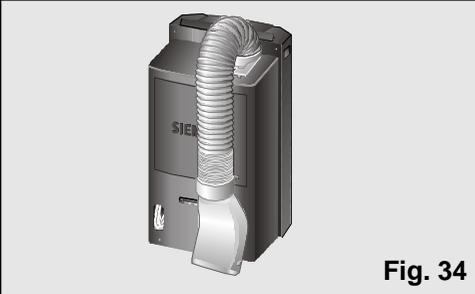

Fig. 34
- Per farlo, piegare il tubo verso la parte posteriore dell'apparecchio e trattenerlo dall'attacco diffusore, Fig. 34 e 35.